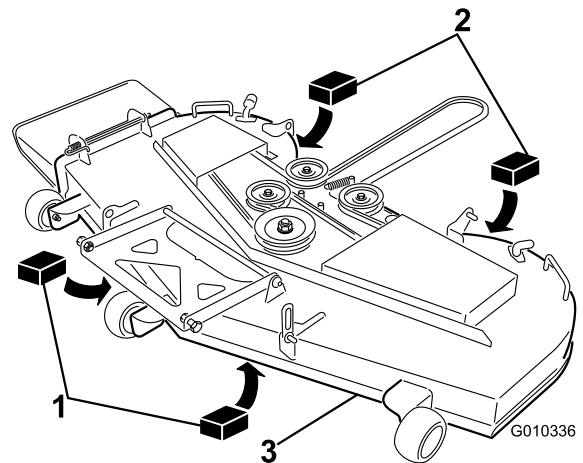

**Figure 70**
3. Faites pivoter les lames avec précaution pour faire passer les pointes avant à l'arrière (Figure 70).
4. Mesurez la distance entre la pointe de la lame avant et la pointe de la lame arrière par rapport à la surface plane (Figure 70). Si la pointe avant de la lame n'est pas de 1,6 à 7,9 mm plus basse que la pointe arrière, poursuivez la procédure de mise à niveau du plateau de coupe.